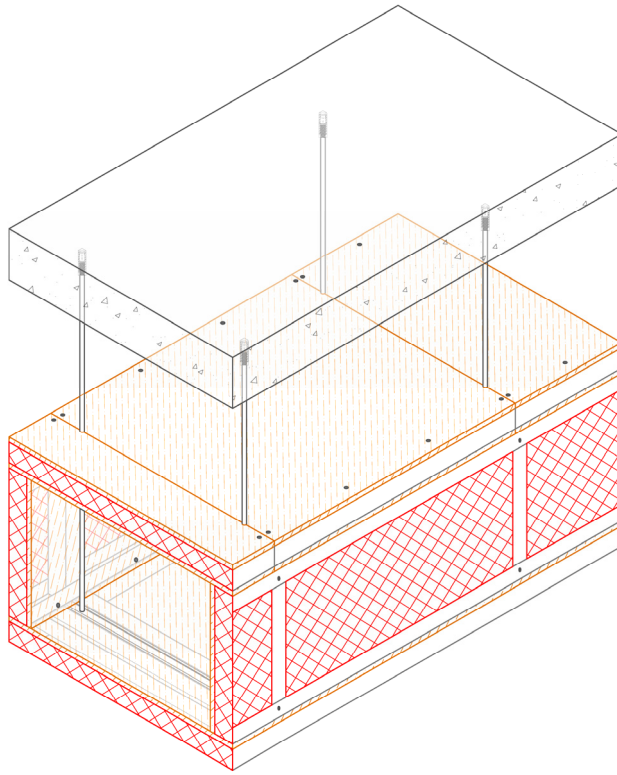

Рис. 14
7. Заполнить минеральной ватой каркас боковых панелей Техстронг С и нижней части короба (рис.14)